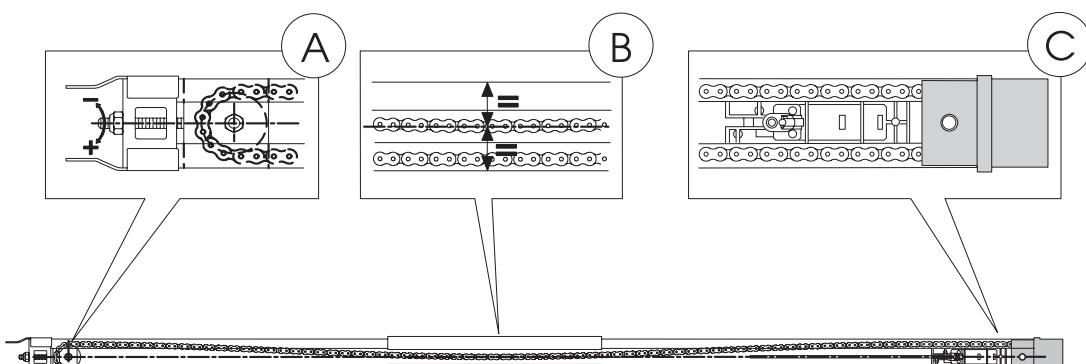

Fig. 8
- Leg de geleiderail op zijn zij (Fig. 8)
- Duw de geleideslede naar de aandrijfkoppeling (Fig. 8 ref. C).
- Stel de kettingspanner zo af (Fig. 8 ref. A) dat het centrale deel van de lus die wordt gevormd door het bovenste deel van de ketting, ongeveer samenvalt met het middelpunt van de rail (Fig. 8 ref. B).